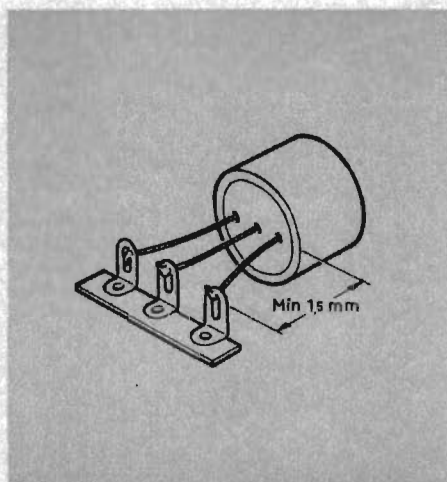

Fig. 3
3) Om lödpunkten är 1,5 mm från höljet och lödkolvstemperaturen icke överskrider 245°C är den längsta tillåtna lödtiden 3 sekunder. Lödning vid en punkt som ligger närmare höljet än 1,5 mm får aldrig utföras. Se fig. 3.